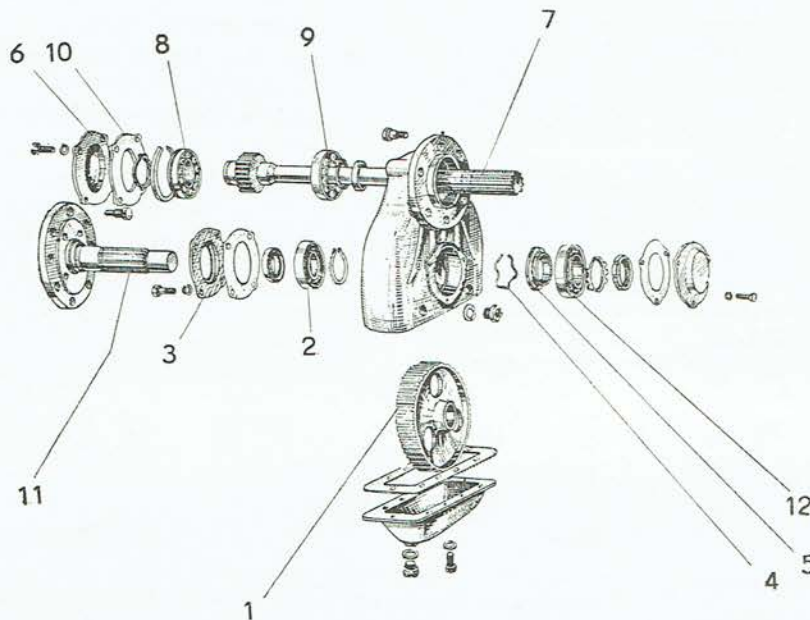

Abb. 99
9. Drei Schrauben M 10×20 sind aus dem rückwärtigen Deckel (Abb. 99) auszuschrauben.
10. Die Mutter KM 11 (M 55) ist zu entsichern und mit einem Hakenschlüssel abzuschrauben. Die Radwelle (Abb. 99/11) ist aus dem Lager und den
Nuten des Zahnrades (Abb. 99/1) herauszuschlagen.
11. Der Sicherungsring 65×2,5 (beim Schlepper Zetor 4511 70×2,5) ist abzunehmen und mit Hilfe einer Spezial-Abziehvorrichtung ist das Kegelrollenlager 30213 (32211, 30214 — Abb. 99/2) abziehen. Dann wird der Vorderdeckel (Abb. 99/3) leicht abgezogen.
12. Zahnrad (Abb. 99/1), Feder (Abb. 99/4) und Distanzring (beim Schlepper Zetor 4511 Distanzring und Unterlagscheibe) (Abb. 99/5) sind aus dem Portal herauszunehmen. Vier Schrauben M 8×20 sind aus dem oberen Deckel (Abb. 99/6) auszuschrauben und die Ausgleichsgetriebewelle (Abb. 99/7) ist auszupressen (Achtung auf die Wellendichtung!)
13. Zwei Sicherungsringe und die Kugellager 6309 (6308 N, 6410 N — Abb. 99/8) und 6309 (6308, 6410 — Abb. 99/9) sind von der Ausgleichsgetriebewelle (Abb. 99/7) abziehen.
1. Auf die Welle des Ausgleichgetriebes ist ein Kugellager 6309 (6308, 6410 — Abb. 99/9) und 6309 N (6308 N, 6410 N — Abb. 99/8) aufzupressen und mit zwei Sicherungsringen zu sichern.
2. Die Ausgleichsgetriebewelle (Abb. 99/7) ist in das Portal einzupressen. An den oberen Deckel (Abb. 99/10) ist eine Dichtung anzulegen und der Deckel ist mit vier Schrauben M 8×20 zu befestigen.
3. In das Portal sind äussere Lagerringe einzupressen. Das Zahnrad (Abb. 99/1) ist in das Portal und in die Verzahnung des Ausgleichgetriebes einzulegen.
4. Auf die Radwelle (Abb. 99/11) ist der Vorderdeckel (Abb. 99/3) mit der Wellendichtung 80×100×13 D aufzuschieben, der Innenring des Kegelrollenlagers 30213 (32211, 30214 — Abb. 99/2) einzupressen, der Sicherungsring 65×2,5 aufzulegen (beim Schlepper Zetor 4511 70×2,5) und die Radwelle in das Portal und das Zahnrad einzulegen. Zum Einpressen der Wellendichtung in den Vorderdeckel ist ein Aufschläger zu benutzen.
5. Die Feder (Abb. 99/4) und der Distanzring (beim Schlepper Zetor 4511 der Distanzring und die Unterlagscheibe — Abb. 99/5) sind auf die Radwelle (Abb. 99/11) aufzuschieben, das Kegelrollenlager 32211 (32209, 32211 — Abb. 99/12) ist aufzuschlagen, die Sicherungsunterlagscheibe ist
9. Der Bremsbackenhalter ist auf die Ausgleichsgetriebewelle (Abb. 99/7) aufzuschieben und mit sechs Schrauben M 10×20 an die Hinterachsbuchse auszuschieben.